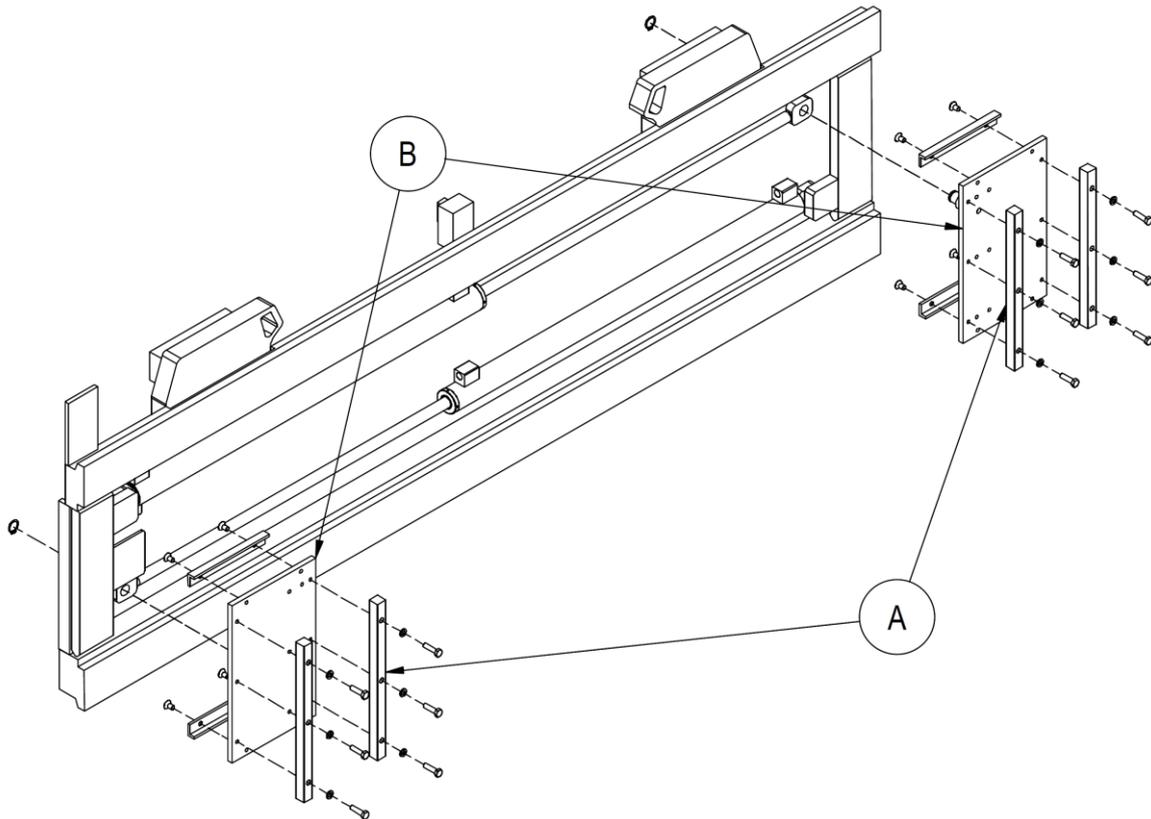

Figure 18
2. Retirer les butées d'arrêt **A** puis les plaques d'entraînement **B**, comme illustré en *Figure 18*.